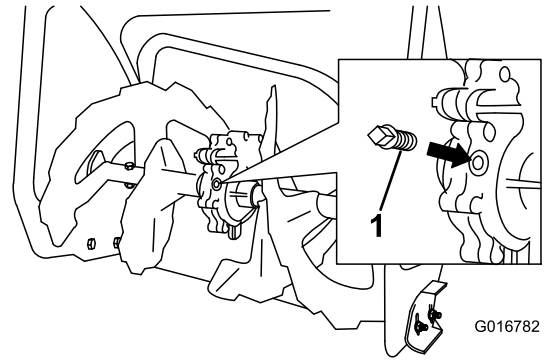

Figura 30
2. Curățați zona din jurul dopului de țevă (Figura 30).